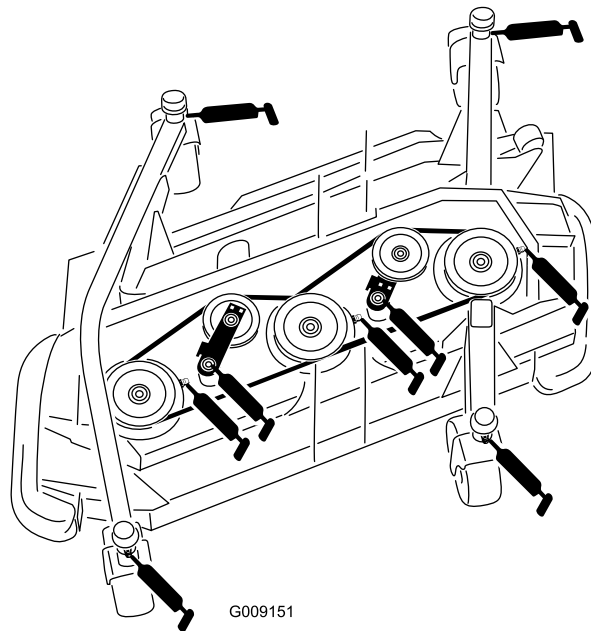

Figura 82
- Casquillo del eje de la horquilla de la rueda giratoria (4) (Figura 82)
- 3 cojinetes de eje giratorio (situados en el alojamiento del eje) tal y como se muestra en la Figura 82
- 2 casquillos de pivote de brazo tensor (situados en el eje del pivote tensor) tal y como se muestra en la Figura 82